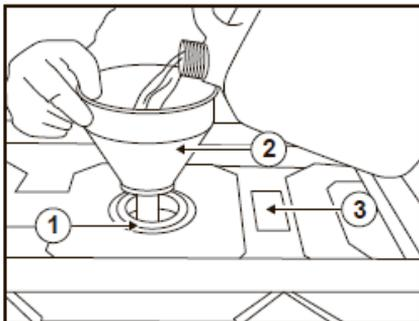

Рис.4
палива (Рис. 4);
- Використовуйте показчик рівня палива (3) (Рис. 4) на паливному баку для визначення максимального рівня палива.